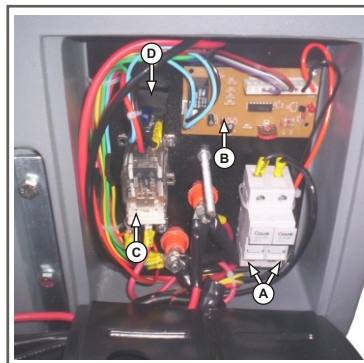

Figura 19
- . Porta fusível com fusível (**figura 19, letra A**), motor aspiração utiliza fusível de 30A, motor da escova utiliza fusível de 50A;
- . Placa de C.I, controle de nível de carga das baterias (**figura 19, letra B**);
- . Contatora de acionamento do motor da escova (**figura 19, letra C**);
- . Relê de acionamento do motor de aspiração (**figura 19, letra D**)